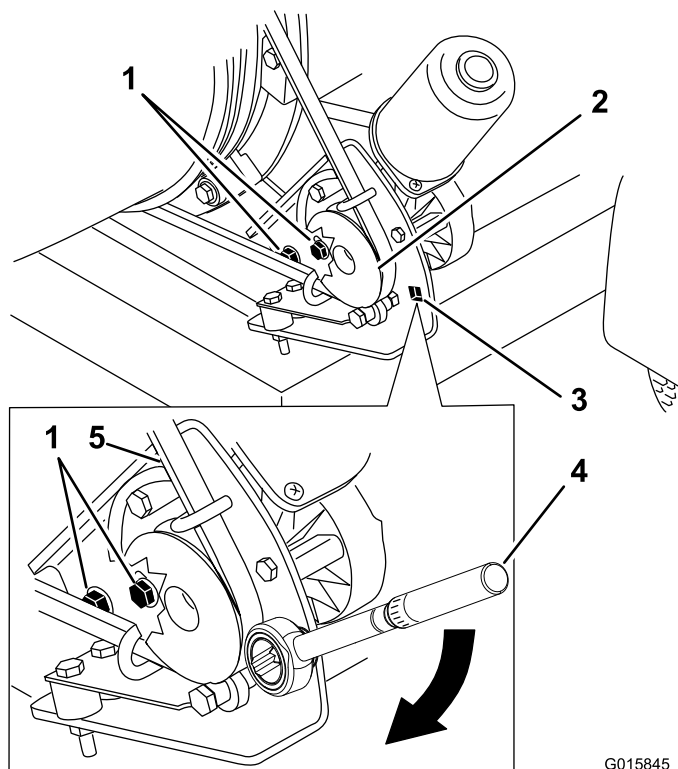

Figura 31
1. Desaperte os parafusos que fixam o suporte de montagem da polia ao chassis do soprador (Figura 31).
2. Coloque uma chave dinamométrica no suporte de montagem da polia (Figura 31).
3. Rode o suporte de montagem da polia afastando-o do bico até que a chave indique 22,6 a 26,0 Nm (Figura 31).